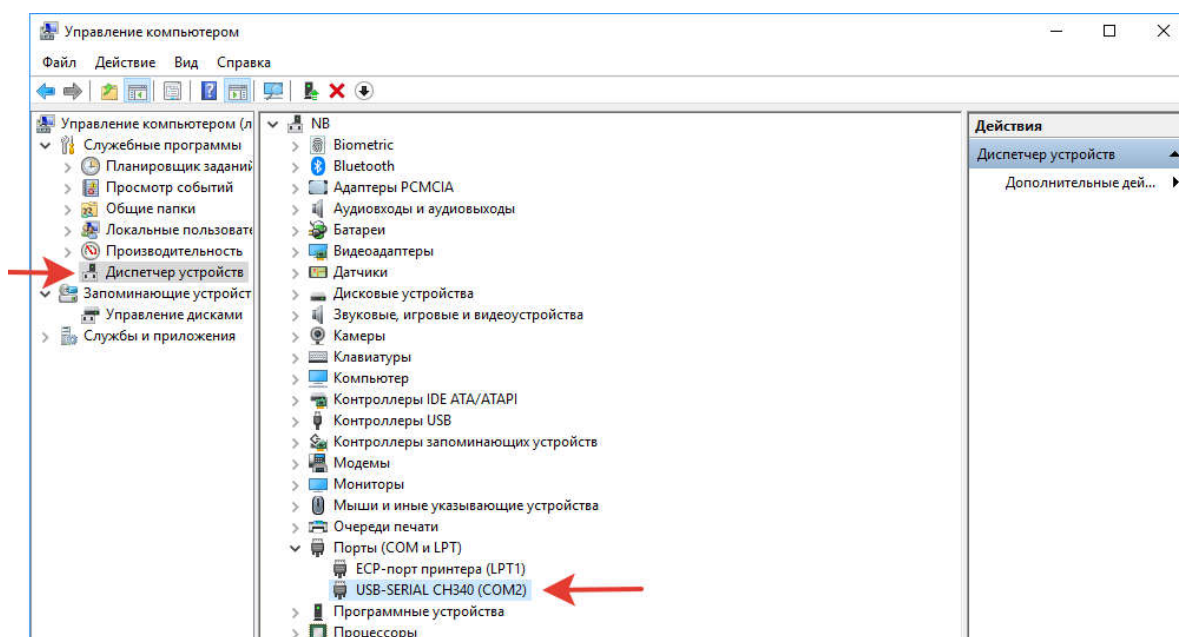

Рисунок 2 – Определение номера COM порта
- Распаковываем программу для прошивки, находящуюся в архиве XLoader.rar, запускаем файл XLoader.exe. В поле **HEX file** выбираем необходимый файл прошивки *.hex, в поле **Device** – BoilerControlMini, в поле **Baud rate** – 57600. В поле **COM port** необходимо выбрать номер порта, для этого необходимо открыть диспетчер устройств Windows, см. рис. 2. В данном случае используется порт COM2.